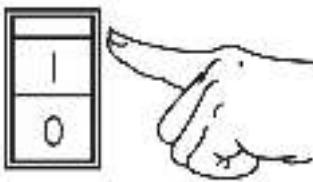

Рис. 14 Выключатель зажигания GG5000
4. Вставьте ключ в замок зажигания на панели управления и переведите ключ в положение «ВКЛ.» (Включено) (Рис. 13). Для модели GG5000: переведите выключатель зажигания в положение «I» (Включено) (Рис. 14).